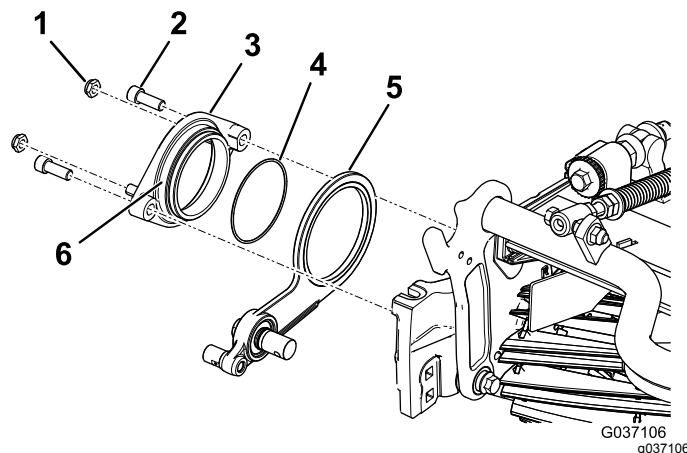

Рисунок 10
3. Нанесите противозадирный состав по наружному диаметру поворотной ступицы в сборе (Рисунок 10).
4. Прикрепите поворотную ступицу поверх натяжного ролика в сборе к барабану с помощью 2 болтов с внутренним шестигранником (Рисунок 10).
5. Установите, не затягивая, две контргайки на поворотную ступицу (Рисунок 10).